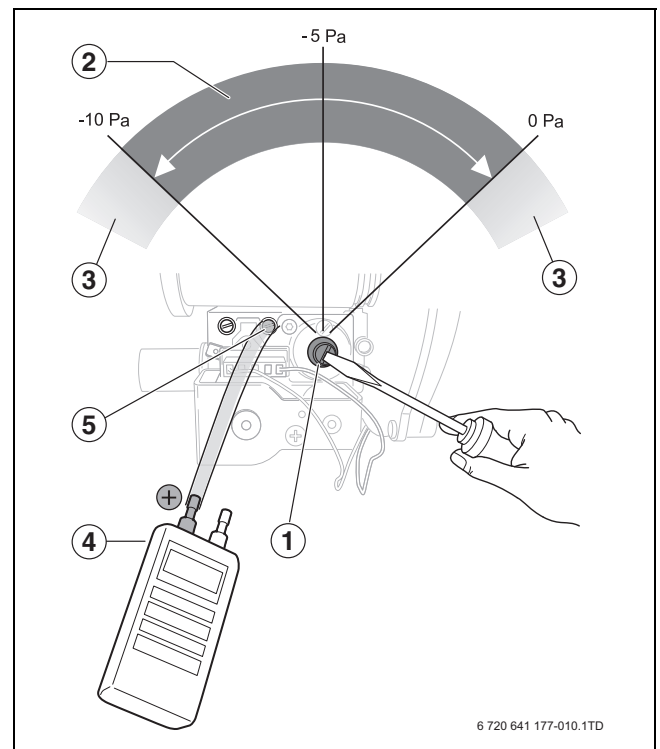

Fig. 55 Setarea raportului între gaz și aer
- ▶ Demontați capacul de acoperire al șurubului de setare a raportului între gaz și aer (→ fig. 55, [1]).
- ▶ Setează la nivelul șurubului de reglare (→ fig. 55, [1]) raportul între gaz și aer.